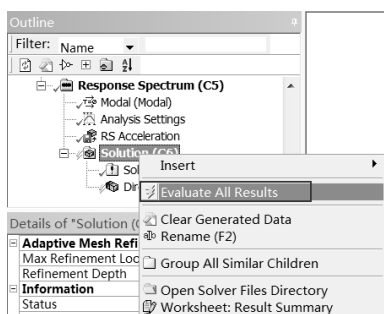

图 8-34 快捷菜单
Step3：在 Outline（分析树）中的 Solution（C6）选项上右击，在弹出的快捷菜单中选择 Evaluate All Results 条，如图 8-34，当求解完成后，进度条自动消失。